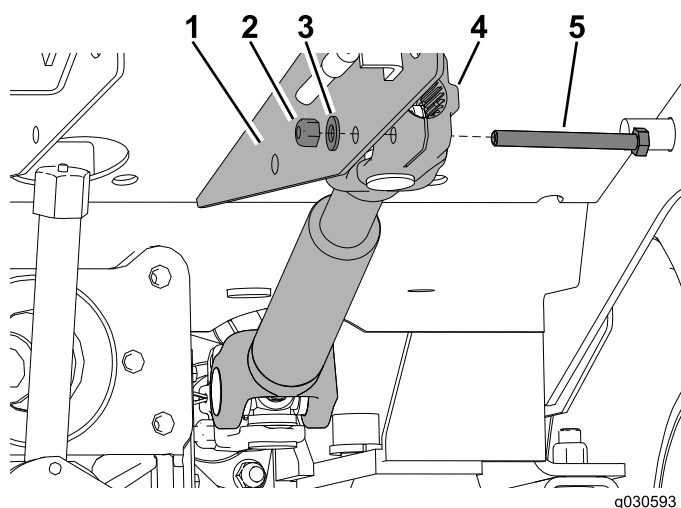

図 19
1. PTOアセンブリをトラクションユニットに固定している部品を一時外して脇に置く 図 19。